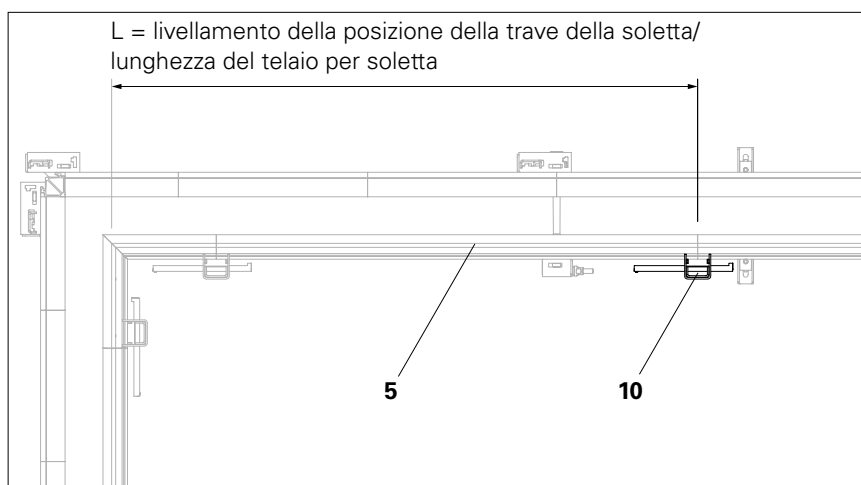

Fig. B7.01
1. Livellare la posizione del telaio per soletta UNO Plus (7) in base agli altri telai e controllare l'ingombro assiale. (Fig. B7.01)
2. Per la lunghezza L, montare un giunto UNO Plus (10) tra il telaio per parete (1) e il pannello di transizione (5). (Fig. B7.01 + B7.02)
- Di norma, l'installazione dei telai di transizione viene pianificata in modo che la giunzione di due telai di transizione indichi anche la posizione della trave della soletta (7).
- Il giunto (10) montato in questo punto serve come posizione di fissaggio per il telaio della trave.